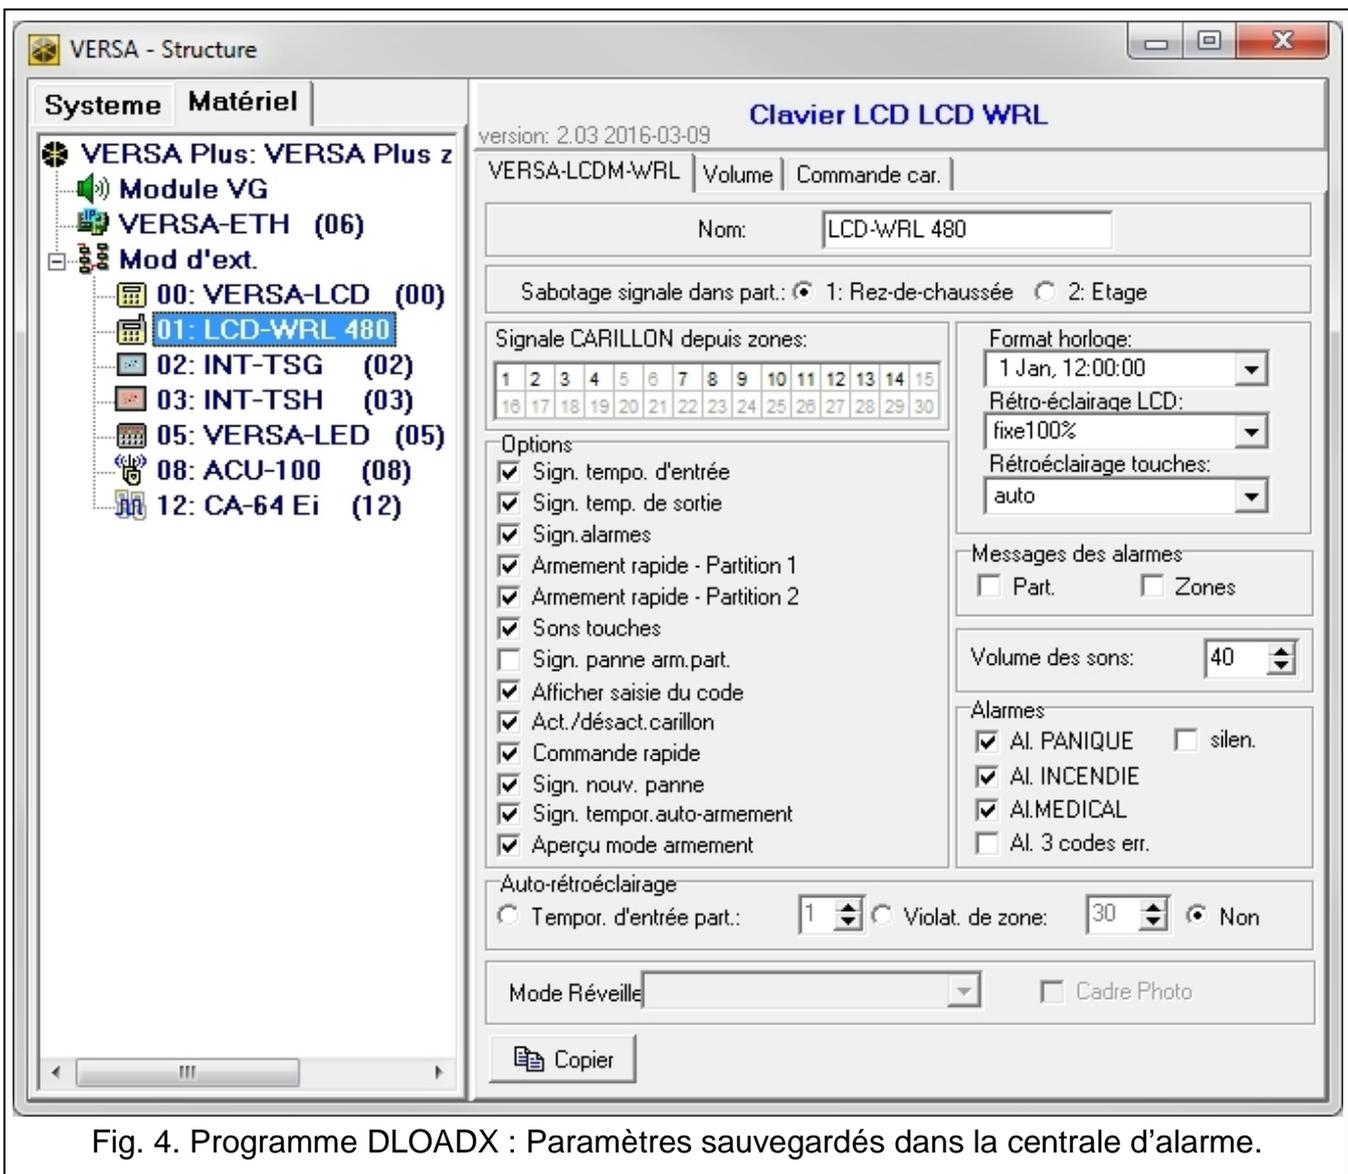

Fig. 4. Programme DLOADX : Paramètres sauvegardés dans la centrale d'alarme.
- programme DLOADX : →fenêtre « VERSA – Structure » →onglet « Matériel » →branche « Modules d'extension » →[nom du clavier] (voir : fig. 4).